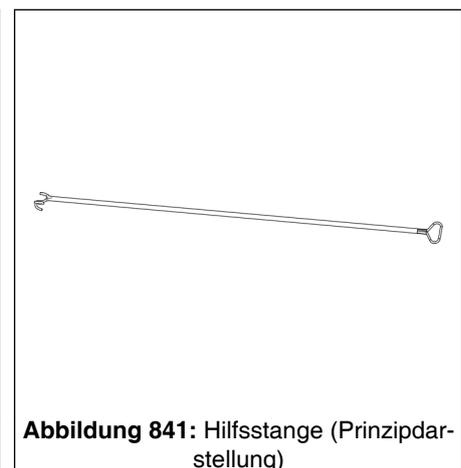

Abbildung 841: Hilfsstange (Prinzipdarstellung)
- Bolzen (2) an der Kastenspitze (1) in Raststellung bringen. Hierzu unter Zuhilfenahme der Hilfsstange (siehe Abb. 841, Seite 868) die Ringschraube (3) um 90° drehen.